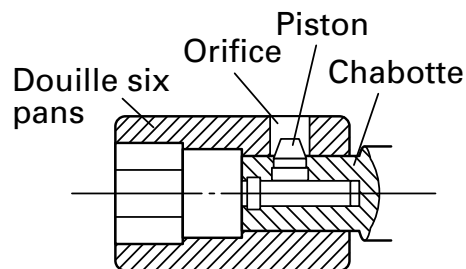

Fig. 2
- Mise en place de la douille (Fig. 2)